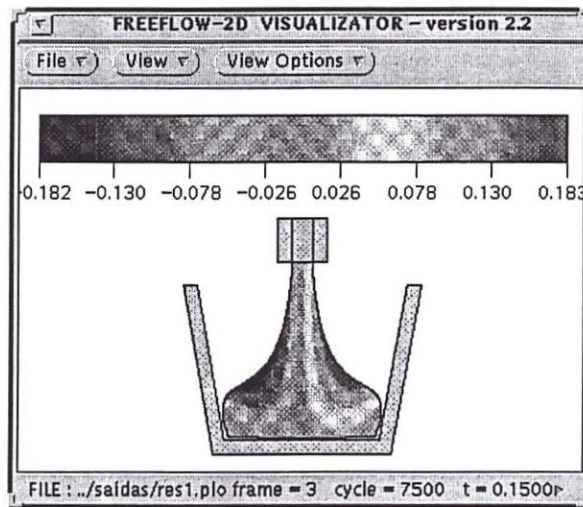

Figura 3.8: Visualização da velocidade na direção x
- *X-Velocity*: por esta opção pode se visualizar a velocidade na direção x do fluido, como mostra a figura 3.8.